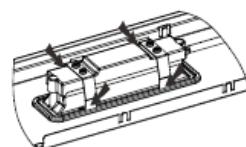
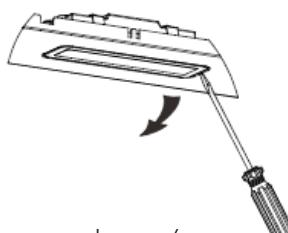

Imagen 2
Imagen 4
- Forma 1. Utilice una herramienta o la mano para presionar la astilla del resorte de ambos lados de la bombilla led hacia el interior, hasta que la bombilla salga, consulte la imagen 2. Despues tire del cable que conecta la bombilla ligeramente hacia fuera, consulte la imagen 3. Forma 2. Utilice un destornillador plano para levantar el borde inferior de la bombilla LED, consulte la imagen 4, luego tire ligeramente del cable que conecta la bombilla, consulte la imagen 3.